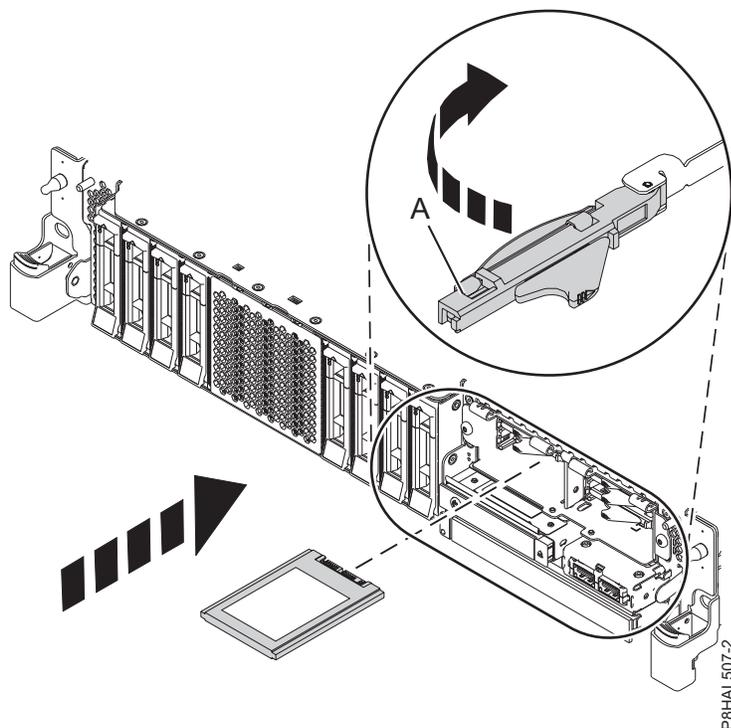

Abbildung 35. Solid-State-Laufwerk in einem System mit erweiterten Funktionen installieren
15. Der Griff des Solid-State-Laufwerks (A) muss in der entriegelten Position sein, während Sie ihn nach außen ziehen, um auf die Führungsschienen im Steckplatz des Solid-State-Laufwerks zugreifen zu können. Stützen Sie das Solid-State-Laufwerk unten mit Ihrer Hand, wenn Sie es an den Führungsschienen im Steckplatz des Solid-State-Laufwerks ausrichten. Siehe Abb. 35 auf Seite 39.
19. Verriegeln Sie das Laufwerk, indem Sie den Griff (A) in die gezeigte Richtung drehen. Siehe Abb. 35 auf Seite 39.